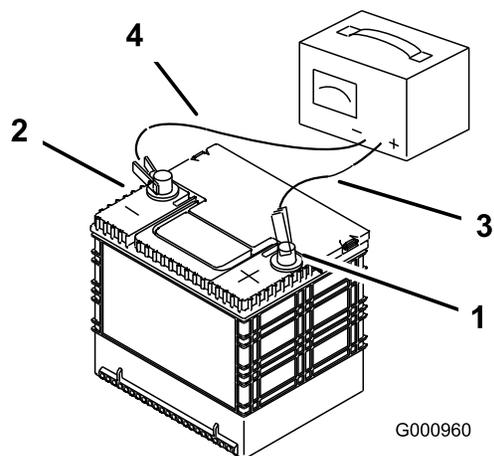

Figura 75
2. Quando la batteria è completamente carica, staccate il caricabatterie dalla presa elettrica e scollegate i cavi di ricarica dai poli della batteria (Figura 75).